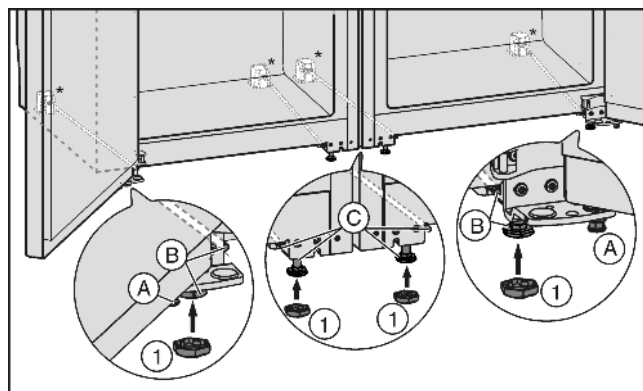

Fig. 4
- ▶ Po potrebi na oba uređaja uvrnite do kraja prednje nožice za podešavanje Fig. 4 (A), tako da nema nikakvog kontakta s podom.
- ▶ Natakните kapice Fig. 4 (1) na četiri prednje nožice za podešavanje.
- ▶ Nožice za podešavanje u sredini *Fig. 4 (C)* uvrnite do kraja, tako da nemaju nikakvog kontakta s podom.
- ▶ Kombinaciju izravnajte pomoću vanjskih nožica za podešavanje *Fig. 4 (B)*.
- ▶ Nožice za podešavanje u sredini *Fig. 4 (C)* ponovo spustite, tako da dodiruju pod.
- ▶ Zatim poduprite vrata: Spustite nožice za podešavanje *Fig. 4 (A)* na podlošku ležaja (B) sve dok ne nalegnu na pod, zatim ih okrenite još za 90°.